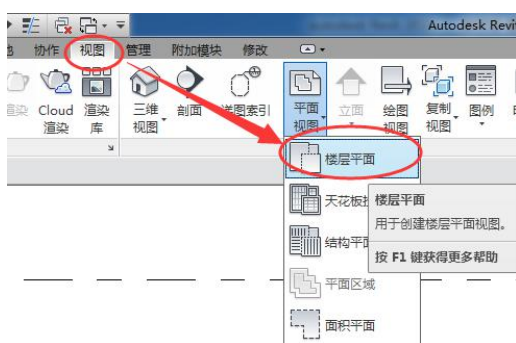

图 2-11 楼层平面工具
• 生成楼层平面：点击“视图”选项卡“创建”面板中“平面视图”下的“楼层平面”工具（图 2-11），按住 Ctrl 键选择所有标高，点击确定（图 2-12）。